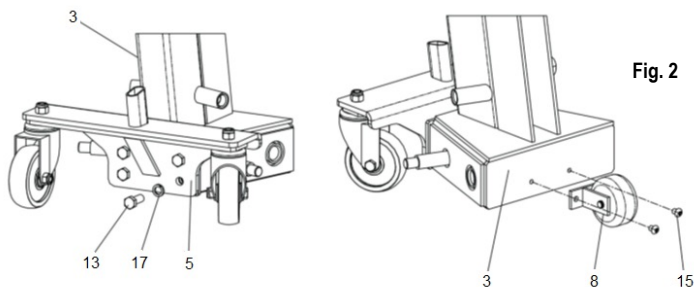

Fig. 2
1. Utilizar o parafuso (13 - Fig. 2) e a anilha elástica (17 - Fig. 2) para conectar o conjunto da roda traseira (5 - Fig. 2) com a estrutura (3 - Fig. 2). Com o parafuso (15 - Fig. 2), fixar os componentes da roda auxiliar (8 - Fig. 2) na estrutura (3 - Fig. 2) e travar os parafusos.